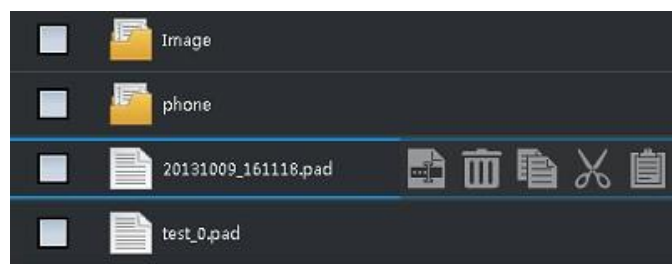

图 5.34 自动命名
- **固定命名。**启用该命名规则后，用户须自行命名新存储文件，文件名在如图 5.34 所示的文件名输入框里输入自定义文件名；
- **时间命名。**启用该命名规则后，仪器会直接使用生成存储文件的时间来命名文件，如图 5.34 所示；